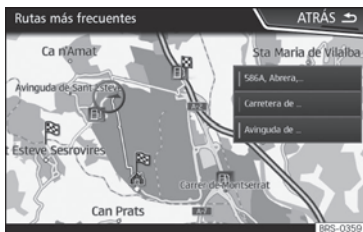

Fig. 170 Navegación predictiva
- Na pantalla principal do Menú de navegación, prema na ventá emerxente a tecla **RUTAS FRECUENTES**. Para visualizar as rutas habituais prema o botón **Mostrar en mapa** »» fig. 170.